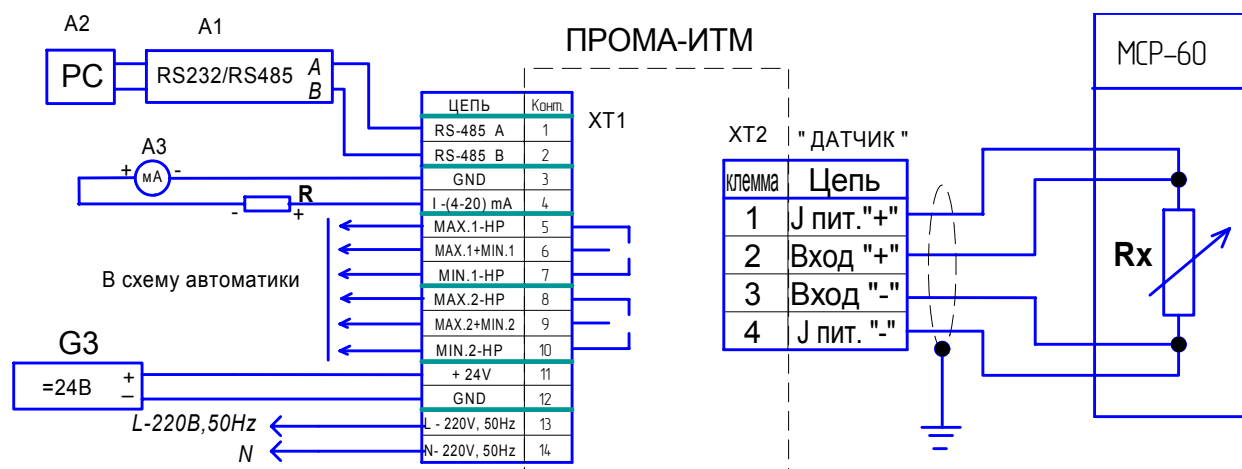
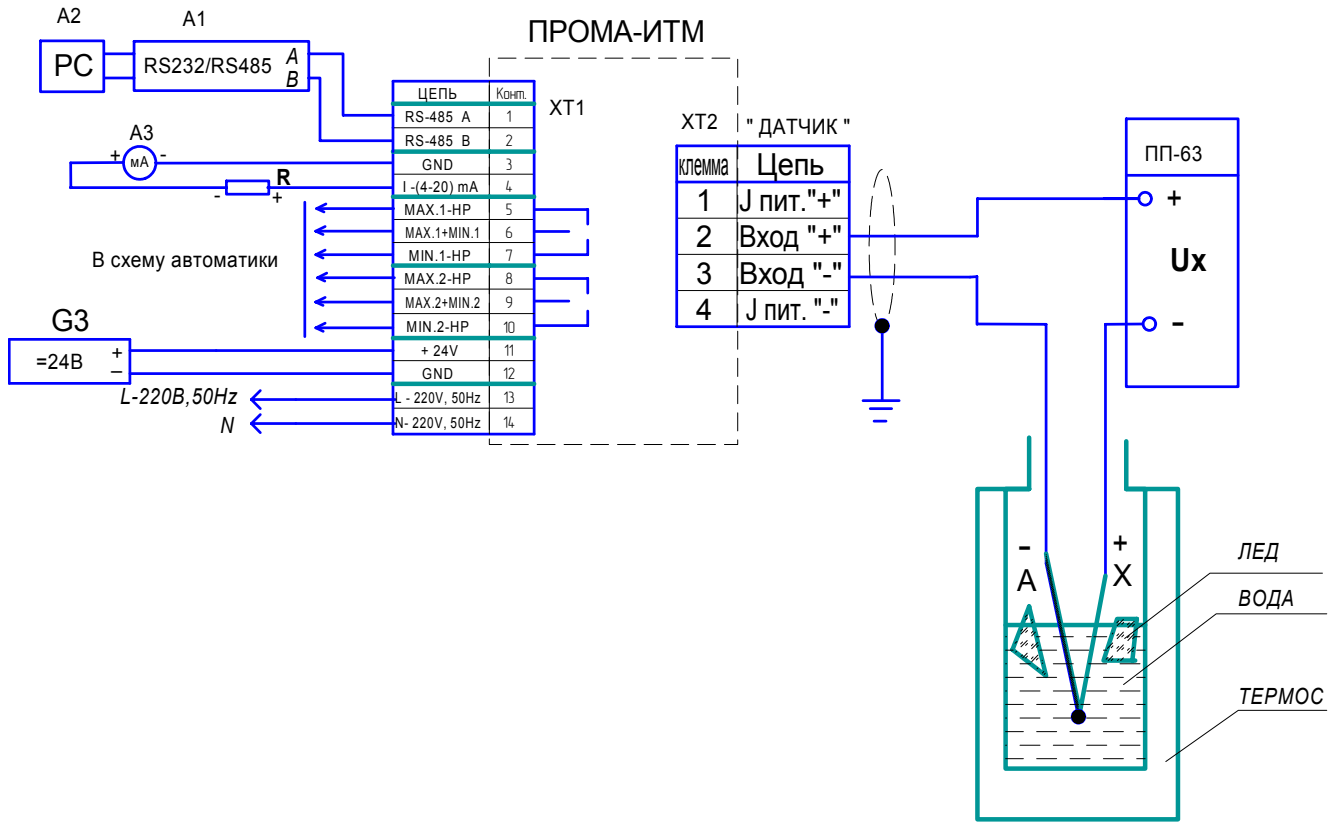
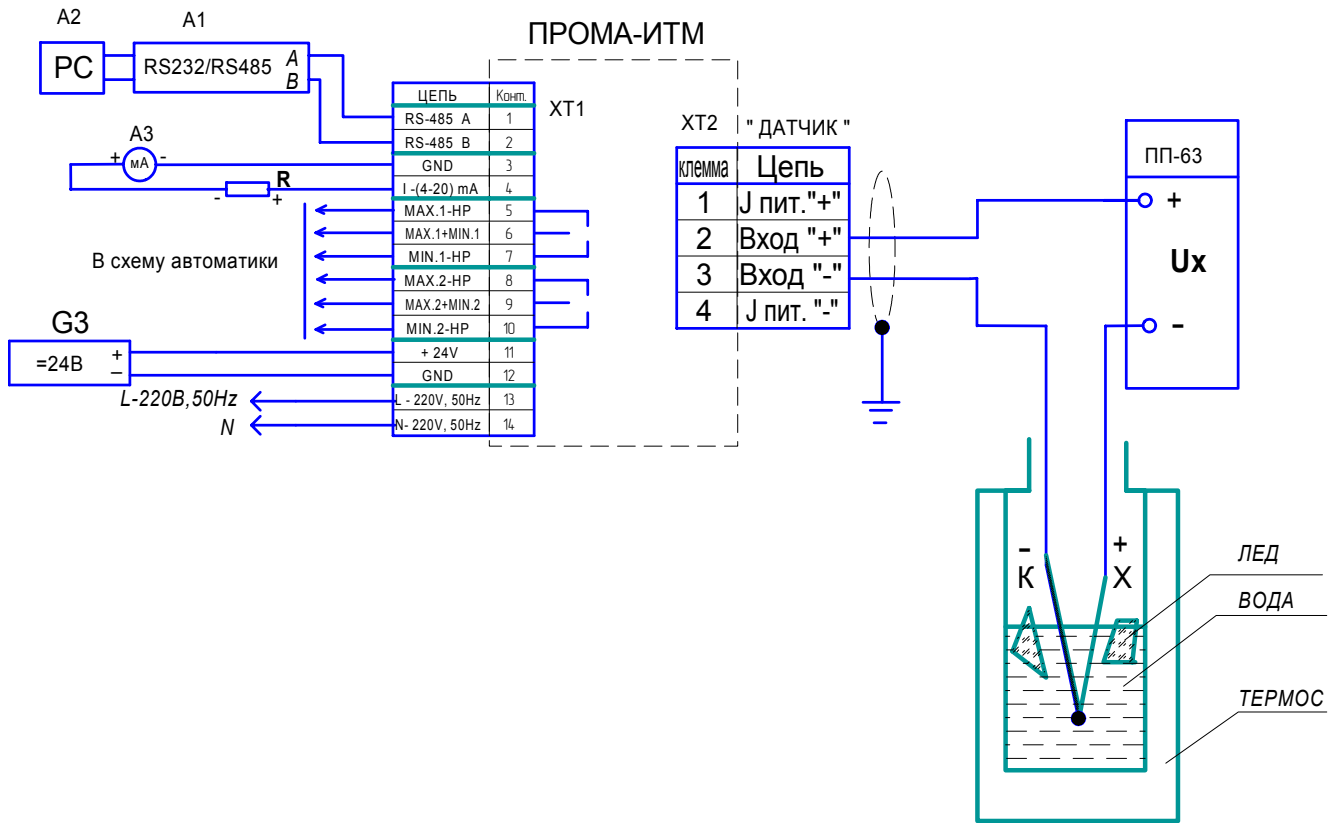
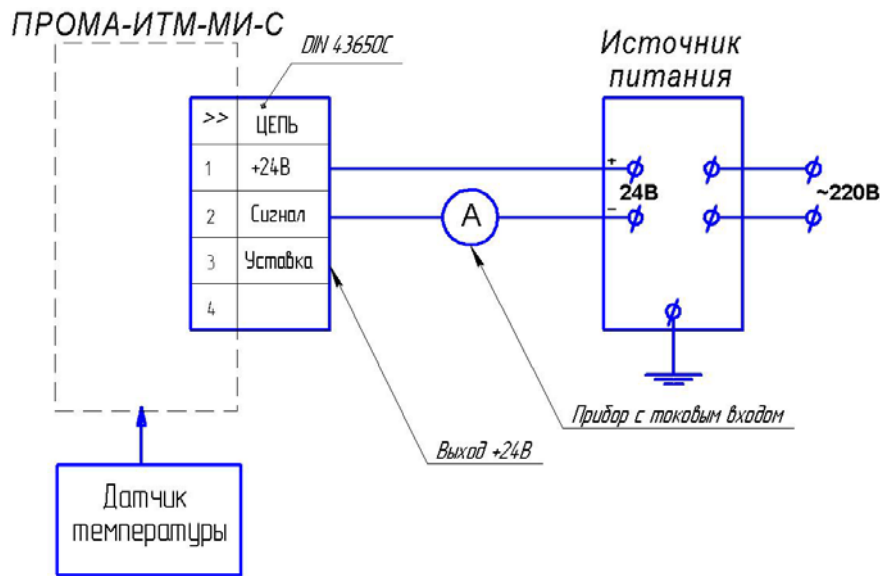

Рис.4. Схема проверки градуировки с термопреобразователем сопротивления.
Рис.5. Схема проверки градуировки с термопарой типа ХА (К).
Рис.6. Схема проверки градуировки с термопарой типа ХК (L).
Рис.7. Схема подключения измерителя ПРОМА-ИТМ-МИ-С.
Для измерителя ПРОМА-ИТМ собрать схему согласно рис.4 (вариант с термометром сопротивления) или рис.5 (б) вариант с термопарой, для ПРОМА-ИТМ-МИ-С – схему согласно рис.7.
Для опробования собрать схему согласно рис.4 (вариант с термометром сопротивления) или рис.5(б) вариант с термопарой.
Для определения погрешности измерения измерителей подключить к его входу вместо датчика магазин сопротивлений в соответствии со схемой подключения рис.4 по 4-х проводной схеме, сопротивления проводов которой должно быть не более 50 Ом. Последовательно устанавливая на магазине значения сопротивлений по ГОСТ 6651-2009, соответствующие температурам в контрольных точках выбранного диапазона и НСХ - указанных в таблице 7 для датчиков ТСМ и в таблице 8 для датчиков ТСП - зафиксировать показания цифрового индикатора и выходного токового сигнала по миллиамперметру для каждой контрольной точки.
**Поверка с термоэлектродными преобразователями (термопарами):** для определения погрешности измерения приборов ПРОМА-ИТМ подключить к его входу вместо датчика потенциометр в соответствии со схемой подключения рис.5 или рис.6. Подготовить сосуд Дьюара (термос), заполнив его на 1/2 дистиллированной водой и льдом – льдинки должны плавать в воде. В термосе обеспечивается равновесная температура 0 °С. Поместить в термос термопару градуировки ХА (К) или ХК (L) с открытым спаем (опорный спай) - тип спая должен соответствовать градуировке используемой при эксплуатации термопары. Последовательно задавая на потенциометре величины термоЭ.Д.С. по ГОСТ Р 8.585-2001, соответствующие заданным температурам по таблице 9 для НСХ градуировки ХК или по таблице 10 для НСХ градуировки ХА - зафиксировать показания цифрового индикатора и выходного токового сигнала по миллиамперметру для каждой контрольной точки.
**Приборы для проверки ПРОМА-ИТМ-МИ-С подключить согласно схемы рис.7**